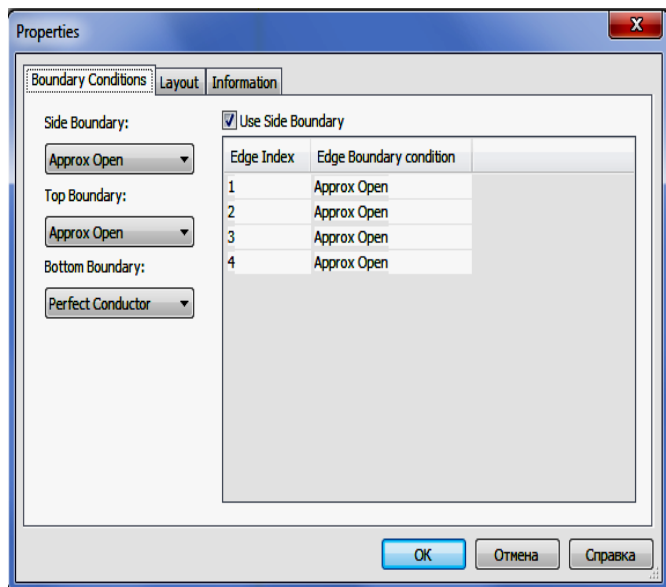

Рис. 45
- При выделенной граничной форме щёлкните по ней правой кнопкой мышки и выберите **Shape Properties**, чтобы убедиться, что параметры граничной формы соответствуют показанным на рис. 45. Нажмите **OK**.